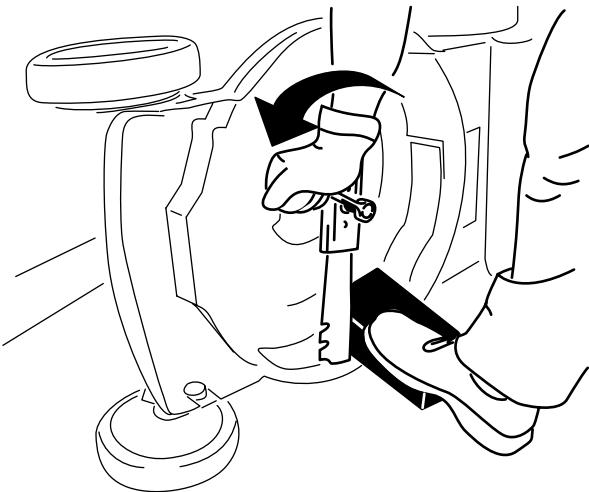

Figura 19
3. Utilice un bloque de madera para inmovilizar la cuchilla (Figura 19).